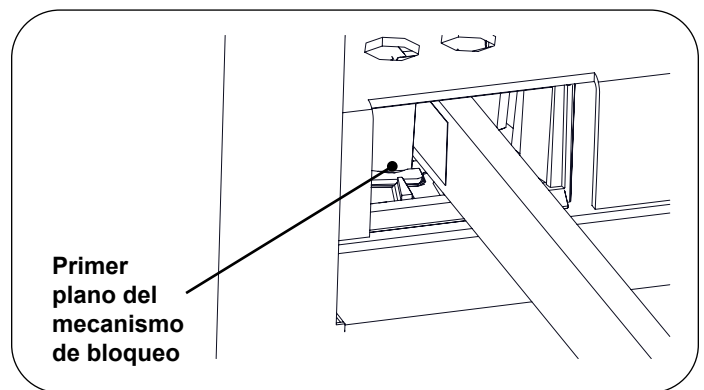

Figura 41. Mecanismo de bloqueo del estribo
2. Cuando se alcanza la posición deseada, baje el estribo para enganchar el mecanismo de bloqueo lateral (Figura 41 y Figura 42).